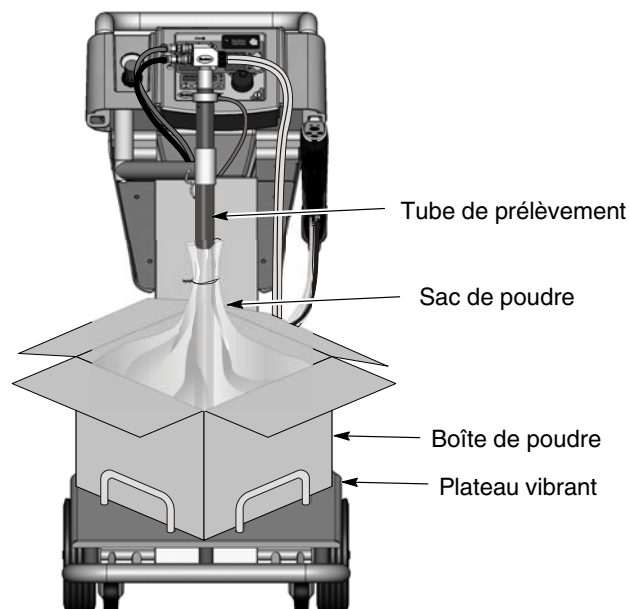

Figure 4-2 Mise en place de la boîte de poudre
2. Voir la figure 4-2. Placer une boîte de poudre sur le plateau vibrant.